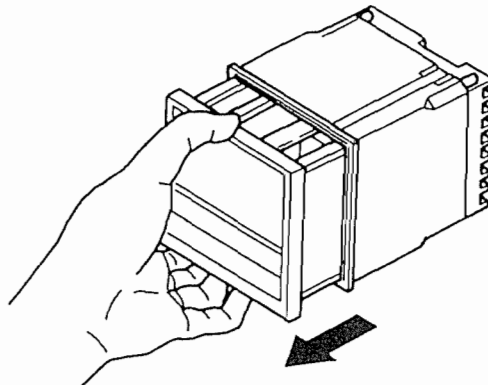

図 1
- ① 下図(図1)のように計器本体の下部にあるストッパーを指で押し上げながら手前へ引き計器を引き出します。
「3.3 開度の調整, (2) 調整方法」の項の図1のようにして計器をケースから取り出し、計器上部にあるディップスイッチAのNo.2をONにします(他のスイッチはすべてOFFになっていることを確認してください)。(図3)
「3.3 開度の調整, (2) 調整方法」の項の図1のようにして計器ケースから取り出し、計器上部にあるディップスイッチBのNo.4をONにします(他のスイッチはすべてOFFになっていることを確認してください)。(図4)